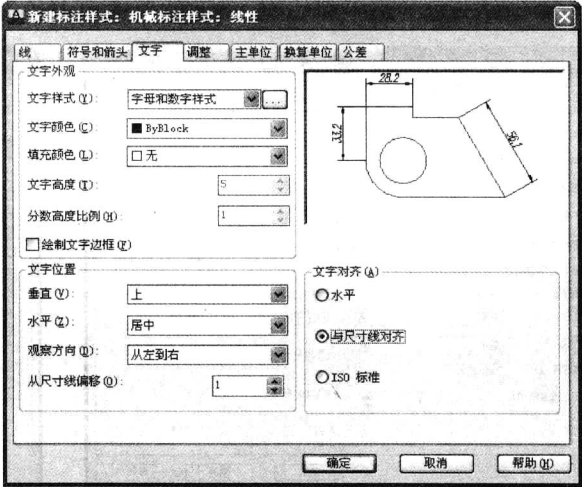

图 1-24 设置线性标注文字的对齐方式
- 2. 单击“继续”按钮，弹出“新建标注样式”对话框，打开“文字”选项卡，在“文字对齐”选项栏中选中“与尺寸线对齐”单选按钮，如图 1-24 所示。
2. 打开“文字”选项卡，在“文字对齐”选项栏中选中“与尺寸线对齐”单选按钮，如图 1-24 所示。